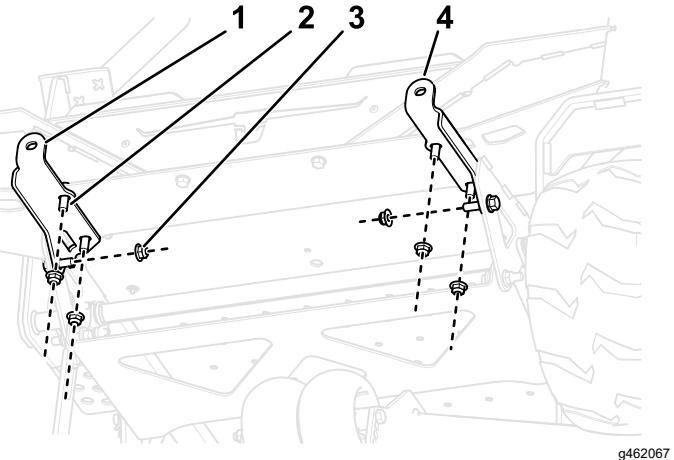

Figura 3
1. Utilizzate 6 bulloni (3/8" x 1") e i dadi di bloccaggio (3/8") per fissare i supporti delle zavorre di sinistra e destra alla parte anteriore della macchina, come illustrato nella Figura 3.